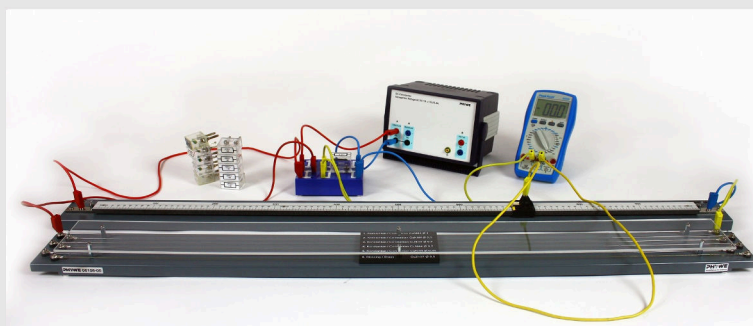

Рис. 8: Экспериментальная установка с использованием платы сопротивления.
- Для этого  $R_C$  следует заменить резистором приблизительно  $1\Omega$ , а провод CuNi44 № 1 платы сопротивления должен быть подключен как  $R_x$  (см. рис. 8 и 9).